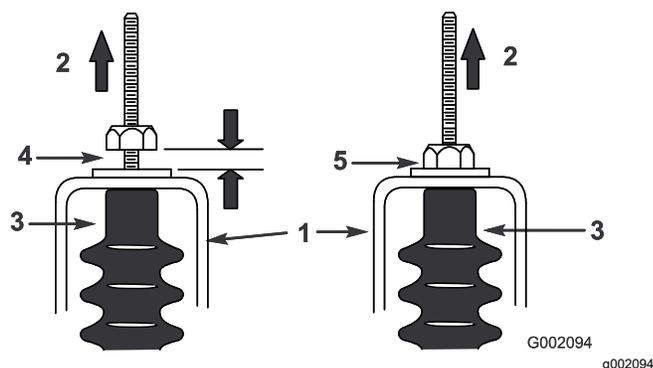

Figura 53
5. Puxe cada cabo de mudanças para se certificar de que existe folga de 0,76 a 1,52 mm entre a porca/anilha e o suporte neutro (Figura 53).